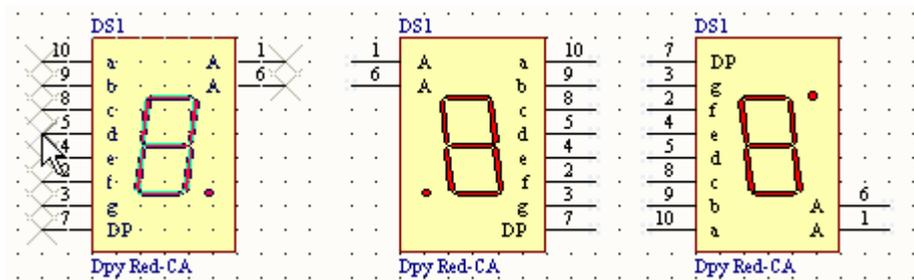

图 3-51 元件的翻转
- 元件的水平与垂直翻转：上面已经介绍了**【Move】**菜单中图件的顺时针和逆时针旋转，其实图件还可以镜像水平和垂直翻转。用鼠标左键按住器件不放，此时器件处于悬浮状态，如图 3-51 左图所示，再按键盘**【X】**键则元件水平镜像翻转，如 3-51 中图；按键盘**【Y】**键则垂直镜像翻转，如图 3-51 右图。